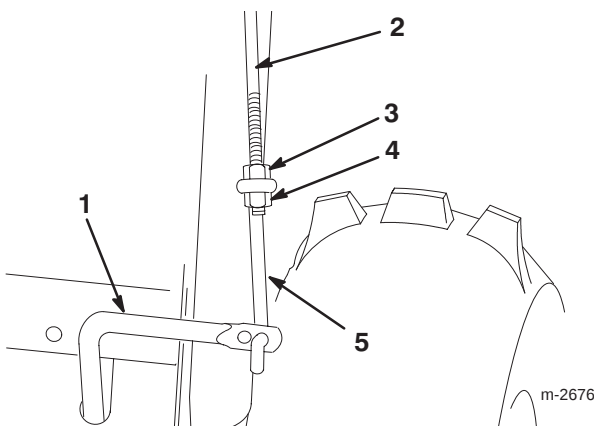

Bild 12
1. Drehen Sie eine Bundmutter (Bundseite unten) auf die obere Betätigungsstange an der rechten Seite des Griffelements auf (Bild 12).
2. Bringen Sie das untere Gestänge durch die äußere Bohrung in der unteren Betätigungsstange an (Bild 12).
3. Stecken Sie die obere Betätigungsstange durch die Öse im unteren Gestänge (Bild 12).
4. Drehen Sie eine Sicherungsbundmutter (Bundseite nach oben) auf die Unterseite der oberen Betätigungsstange unter die Öse im unteren Gestänge (Bild 12).
7. Stellen Sie wenn erforderlich die Bundmutter und die Sicherungsbundmutter (Bild 12) ein, um die richtige Entfernung zwischen der oberen Kante des Handgriffs und der unteren Kante des Betätigungshebels für Schnecke/Gebläserad zu erzielen.